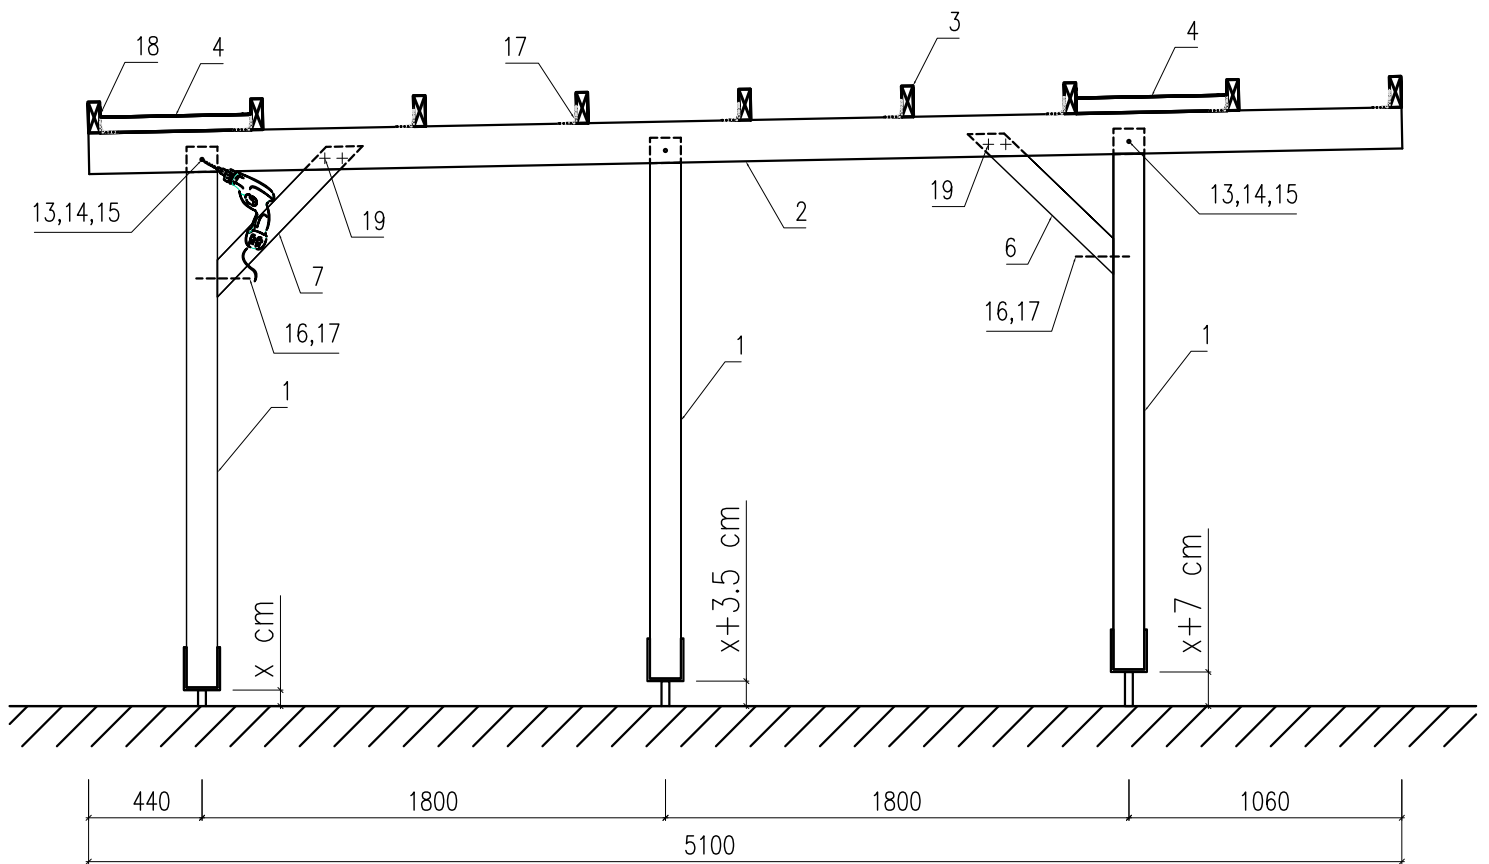
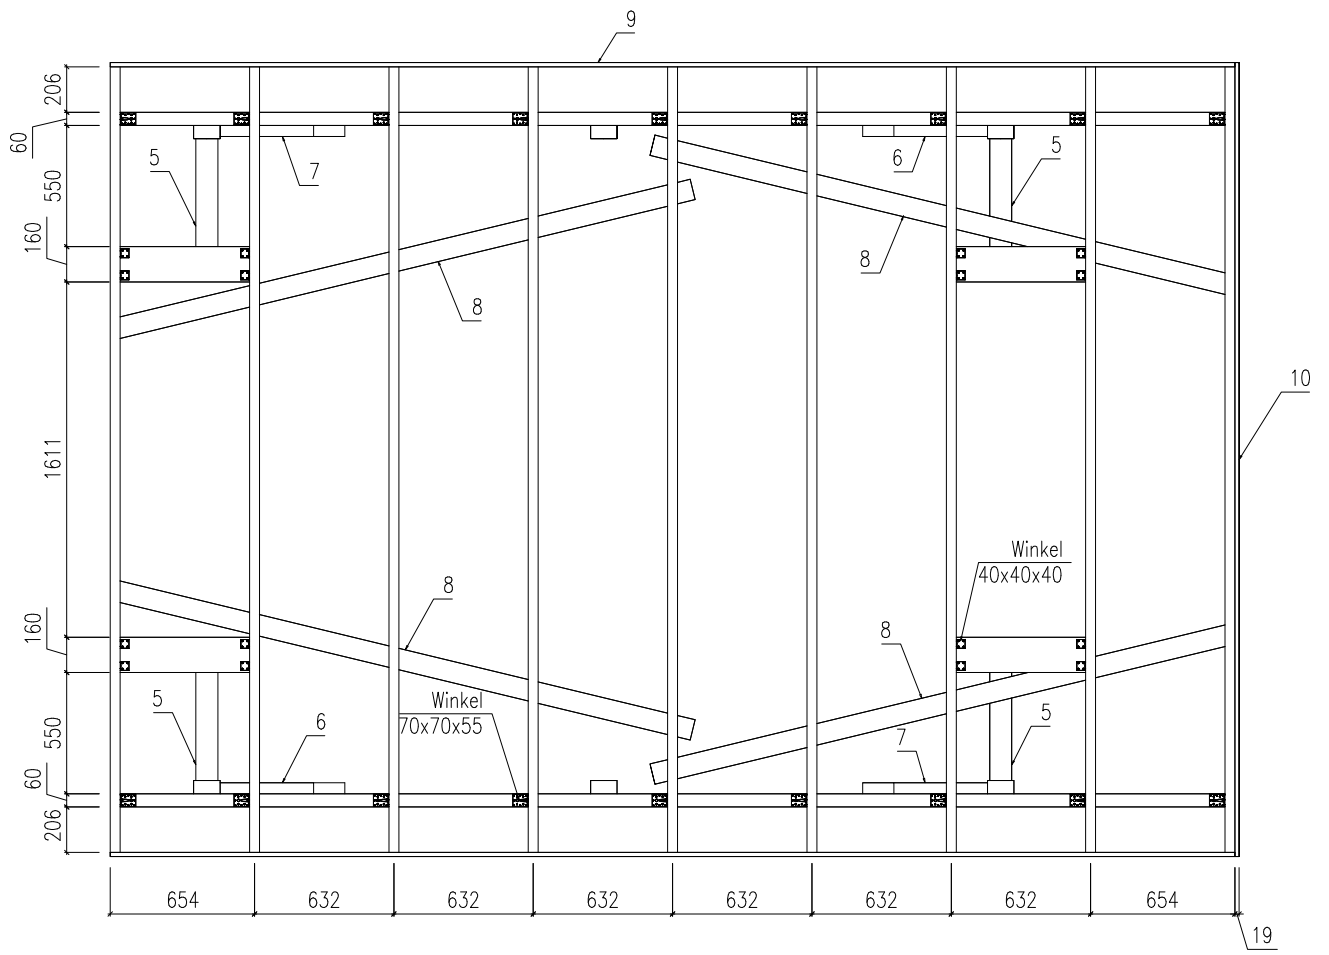

Fig. 2
Fig. 3
- a) asetades prussikingad eri kõrgustele (vt. joonis Fig. 2)
Aseta kohale sarikad (Pos. 3). Kaugused vaata jooniselt Fig. 3. Kinnita sarikad nurgikutega (Pos. 19).
Seejärel paigalda tugidetailid (Pos. 4). Vaata detailide asetust vastavalt joonisele Fig. 2 ja Fig. 3. Kinnita nurgikute (Pos. 20) abil.
Et muuta varikatus veelgi stabiilsemaks, monteeri järgmisena diagonaalid (Pos. 8). Diagonaalid kinnita kruvidega (Pos. 22) vastavalt joonisele Fig. 3 sarikate alumisele küljele.